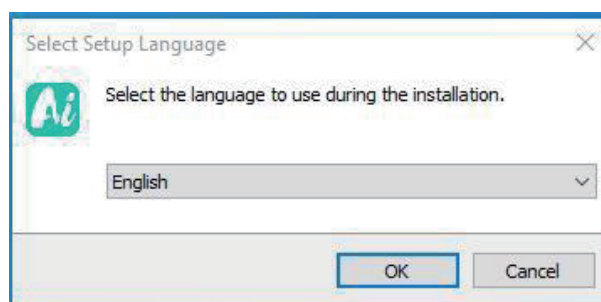

Figure 3
3.1.2 Sélectionnez "Setup Language", comme indiqué dans la Figure 3 :